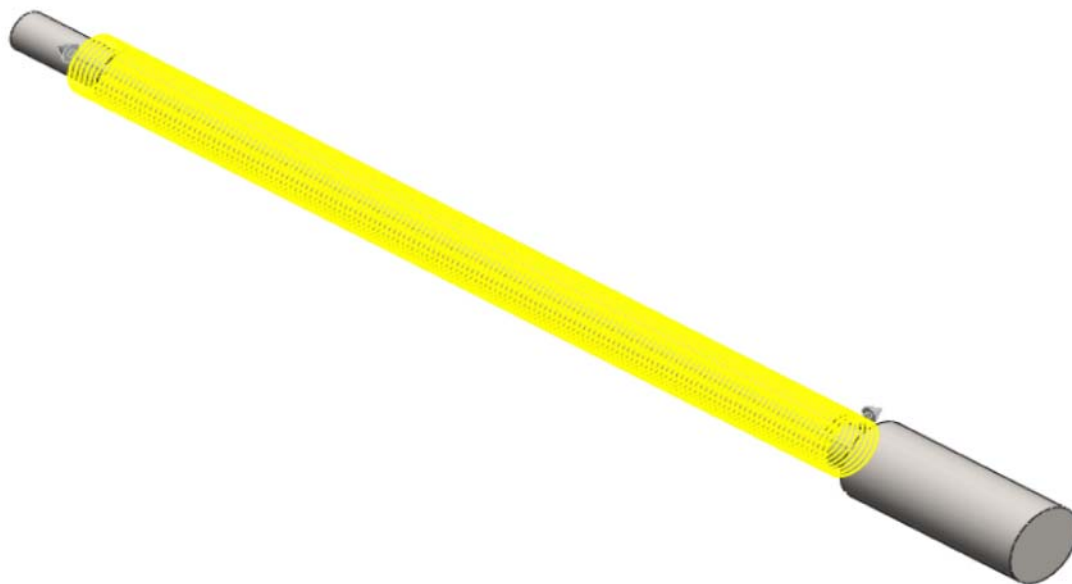

Рис. 2.87. Спираль
11. Должна получиться спираль, показанная на рис. 2.87 ниже;